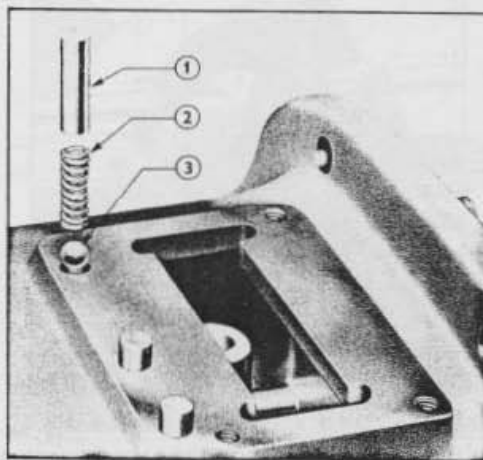

Fig. 24 = Doigts, Ressorts et Billes de Selecteurs de Vitesses
4. Replacer les doigts et les ressorts de sélecteur gauche et de sélecteur central, puis la balle, le doigt de verrouillage et le ressort du sélecteur droit (vitesses rapides/lentes). (Voir Fig. 24).